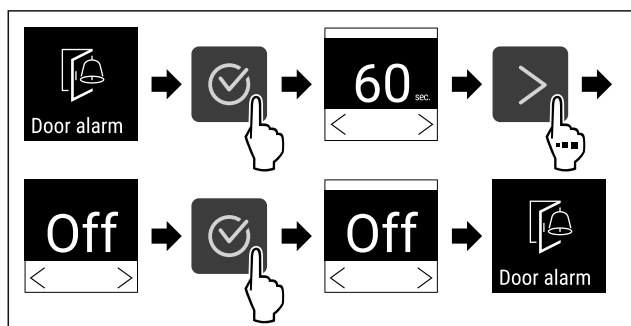

Fig. 118
- ▶ Obavite korake postupka (pogledajte Fig. 118) .